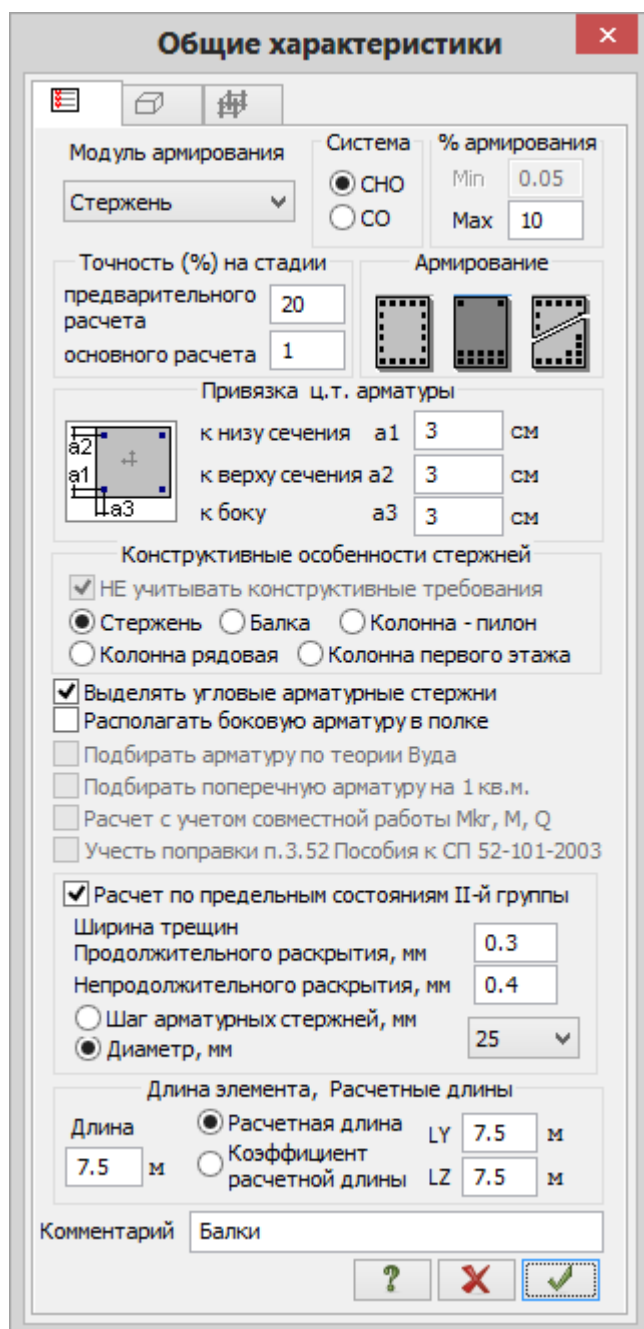

Рис.21.9. Диалоговое окно **Общие характеристики** (для балок)
- В новом окне **Общие характеристики** (рис.21.9) задайте параметры для балок (будет использоваться для всех вариантов конструирования по СНиП 2.03.01-84*):